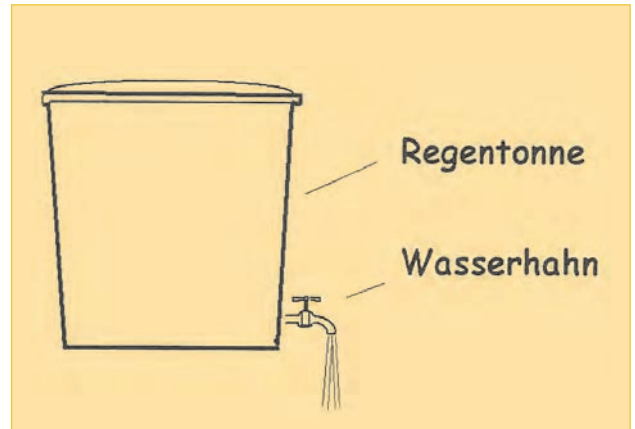

Abb. 1.1 – Eine elektrische Spannungsquelle gleicht einem Wassergefäß.
Negative Ladungsträger, sogenannte Elektronen, kann man von ihren Atomen trennen, so dass sich zwei Pole mit unterschiedlichen Ladungen bilden. Man spricht auch von einer elektrischen Spannung, die den Unterschied dieser Ladungen zwischen den beiden Polen angibt. Spannungsquellen besitzen deshalb immer zwei Pole mit unterschiedlichen Ladungen. Ein Beispiel ist die Steckdose in der Wohnung, an der eine Spannung von 230 Volt (V) anliegt. Wie bei einem Bogen, der gespannt wurde, steht auch an der Steckdose potenzielle Energie bereit. Die elektrische Spannung ist quasi der Druck zwischen beiden Polen. Sie ist die Voraussetzung, dass elektrischer Strom fließen kann, wenn man einen Stromverbraucher daran anschließt. Man kann sich eine Spannungsquelle am besten als Wassergefäß nach Abb. 1.1 vorstellen. In Elektrotechnik und Elektronik treten Spannungswerte zwischen einigen Millivolt und mehreren hundert Volt auf. Milli bedeutet dabei 10^{-3} . Ein Millivolt ist deshalb ein Tausendstel Volt. Ein Multimeter kann meist alle Span-